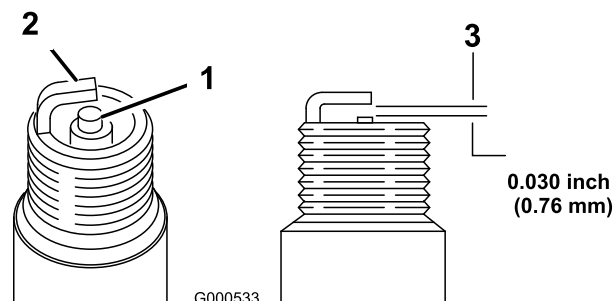

Figura 24
- Ajuste la distancia entre los electrodos a 0,76 mm, según se muestra en Figura 24.